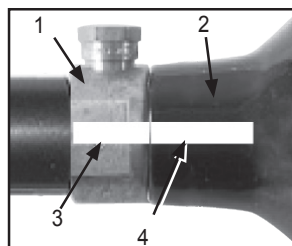

Figure 9: Bouteille et valve marquées
Voir Figure 9. Des incidents causés par des joueurs qui ont par mégarde dévissé le cylindre (2) de la soupape (1) ont été rapportés. Cela se produit, quand le joueur pense qu'il dévisse l'ensemble soupape-cylindre de l'adaptateur d'air/CO2 du marqueur, alors qu'il dévisse en réalité le cylindre de la soupape.
Pour éviter ce risque, il est recommandé (si votre cylindre n'est pas encore marqué) d'utiliser de la peinture ou du vernis à ongles, pour tracer une marque (3) sur la soupape du cylindre et une autre marque (4) sur le cylindre, comme montré sur le Figure 9.